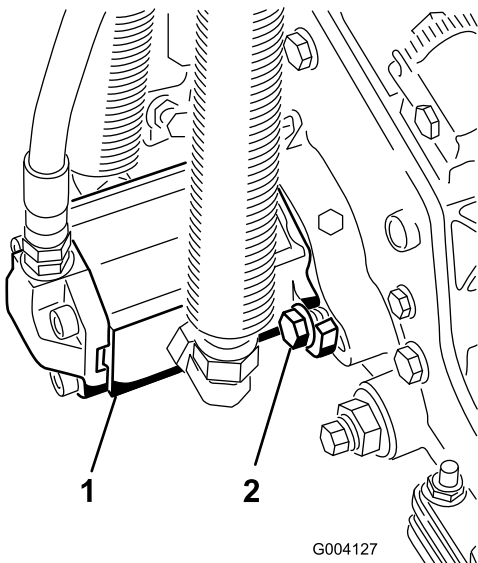

Рисунок 14
- Установите двигатель, повернув его по часовой стрелке так, чтобы фланцы двигателя не закрывали болты (Рисунок 14).